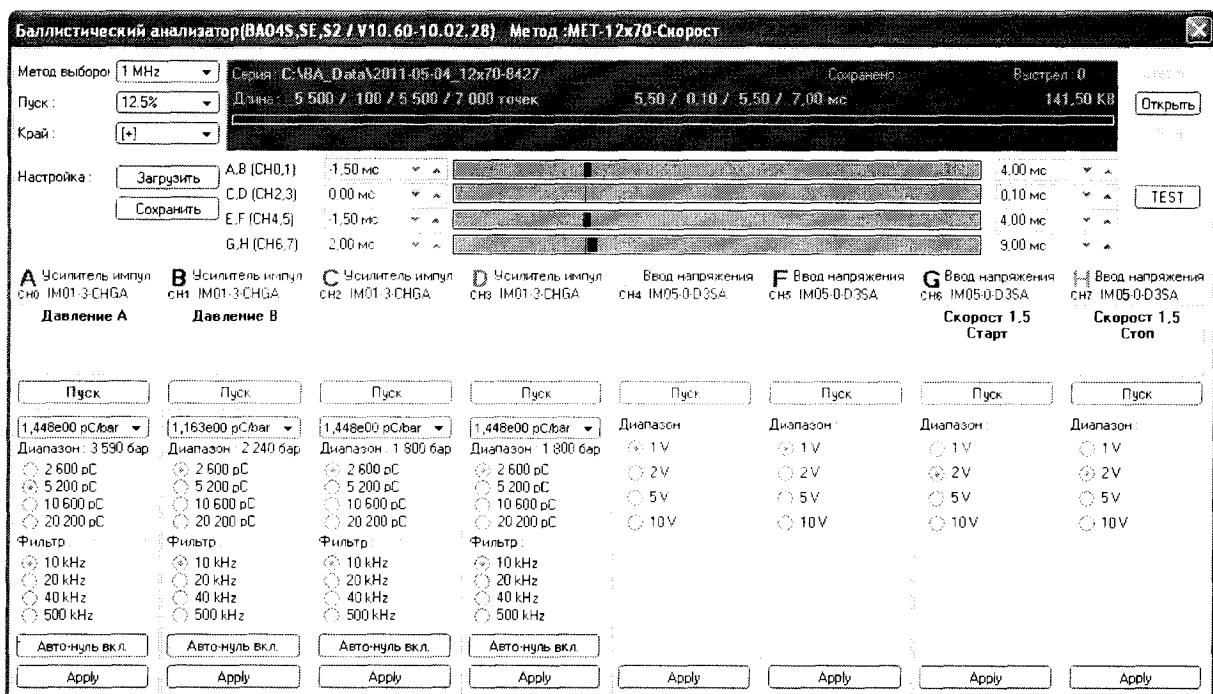

Рис..3 – Панель «Баллистический анализатор» – настройки
7.3.4.9 Нажать виртуальную кнопку «Да». Отобразится панель «Баллистический анализатор» в которой устанавливаются параметры измерения баллистического анализатора ВА04S, смотри Рис.3. Установленные параметры соответствуют последнему произведенному измерению.
7.3.4.10 Нажатием кнопки «Открыть», вызывается панель «Открыть», см. Рис.3.
7.3.4.15 Нажать кнопку «Открыть» на панели «Баллистический анализатор», автоматически сигнал «Пуск» засветится красны цветом, который дает указание оператору начать стрельбу, см. рис..3. Измерительная система ожидает выстрел.
7.3.4.19 На панели «Баллистический анализатор – настройки», смотри рис. 3 нажать кнопку «Авто» затем кнопку «Открыть». Система переходит в автоматический режим измерения и ожидает следующий выстрел.
7.3.4.21 Нажать кнопку «Стоп» на панели «Баллистический анализатор – настройки», смотри рис. 3, при этом потухнет красный сигнал готовности системы к измерениям.